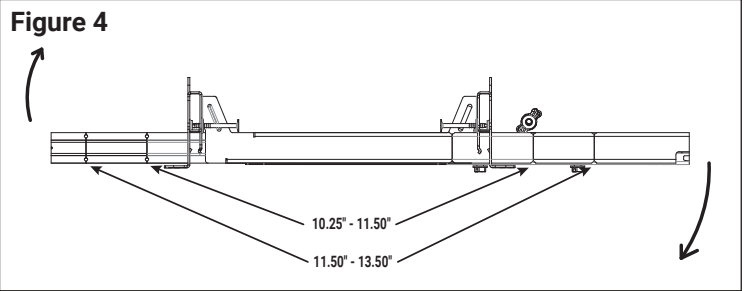

Figure 5
- 6. To secure fixture position in ceiling tighten hanger bar locking screw to lock fixture in place on bars OR for permanent locking of bars by crimping the "U" section of bars (Figure 5).
6. Positionnez le luminaire sur les barres de suspension. Pour fixer la position du luminaire au plafond, serrez la vis de blocage de la barre de suspension pour l'immobiliser en place sur les barres OU pour verrouiller en permanence les barres en sertissant la section en « U » des barres (Figure 5).
5. Position fixture on hanger bars. To secure fixture position in ceiling tighten hanger bar locking screw to lock fixture in place on bars OR permanent locking of bars by crimping the "U" section of bars (Figure 5).
5. Positionnez le luminaire sur les barres de suspension. Pour fixer la position du luminaire au plafond, serrez la vis de blocage de la barre de suspension pour l'immobiliser en place sur les barres OU pour verrouiller en permanence les barres en sertissant la section en « U » des barres (Figure 5).